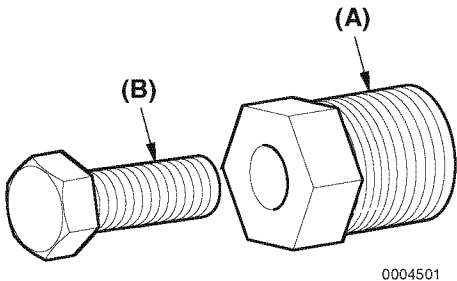

Figura 15
2. Monte el extractor (**Figura 15, (A)**) en el rotor.
3. Gire el tornillo extractor (**Figura 15, (B)**) en sentido de las agujas del reloj para extraer el rotor del cuerpo de la bomba.